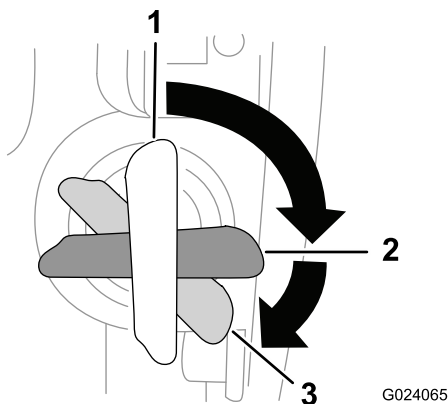

Figura 20
3. Gire el interruptor de encendido a la posición de Arranque y manténgalo en esa posición hasta que el motor arranque (Figura 20).